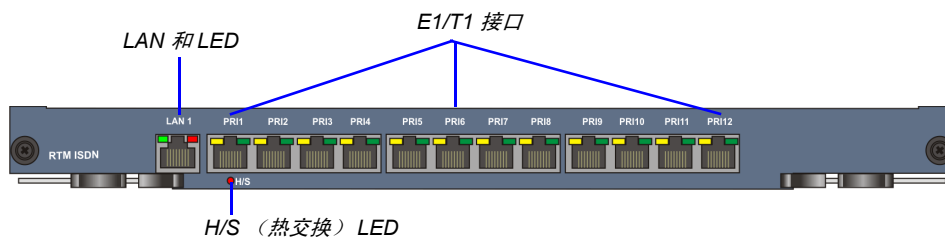

图 1-12 RMX 4000 RTM ISDN 后面板布局
- 可以将 7 根 E1 或 9 根 T1 PRI 电缆插入下图中所示的图 1-12 个接口中的任意接口。